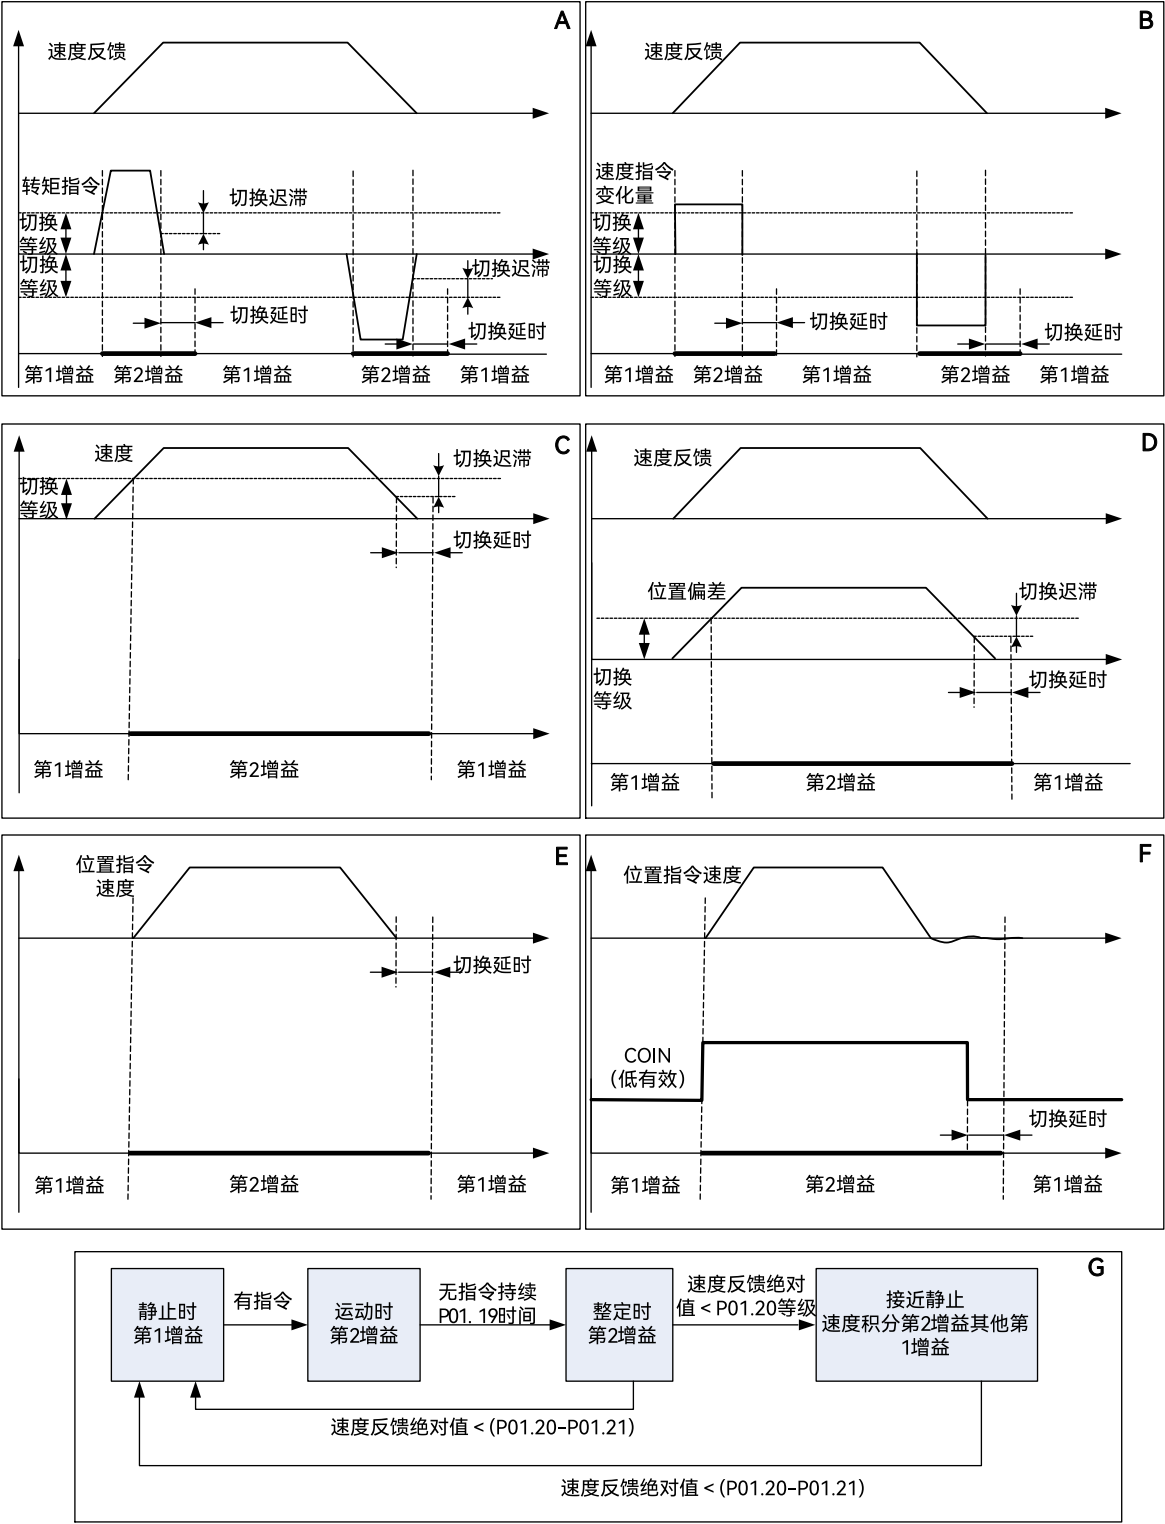

图 6.4.2 各种条件下增益切换时序图
- 3、当 P01.18 等于 10 时，各参数的定义与其他模式有所不同，请仔细对照图 6.4.2 中的 G 图进行理解。